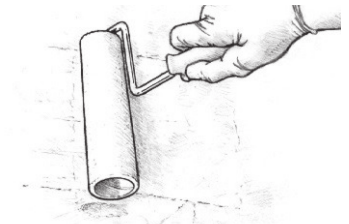

Figura 30 Aplicar el rodillo ligero y aleatoriamente sobre un área pequeña. Extienda el epóxico formando una película fina.
4. Aplique el rodillo ligero y aleatoriamente sobre un área aproximada de 2' x 2' para transferir el epóxico uniformemente sobre el área (Figura 30).